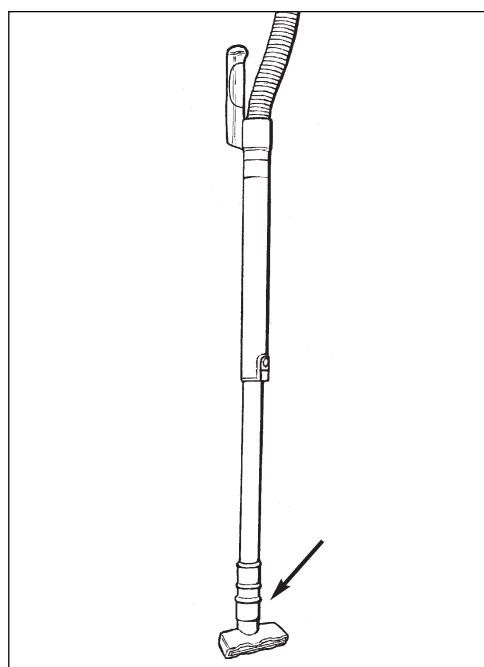

Figure 15
4. Placez l'accessoire au bout du bras flexible ou directement sur le tuyau (voir figures 15 et 16).